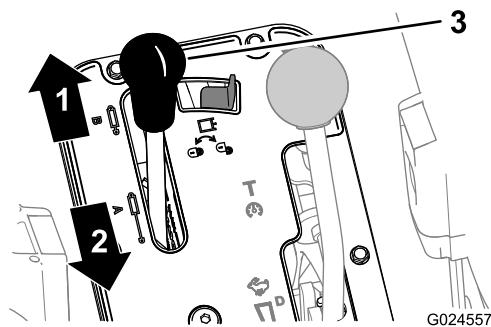

Figur 4
- C. Fjern plusbatterikablet fra batteripolen (Figur 4).
1. Slut plusbatteriledningen til batteriet (Figur 4). Se Klargøring til montering af sættet.